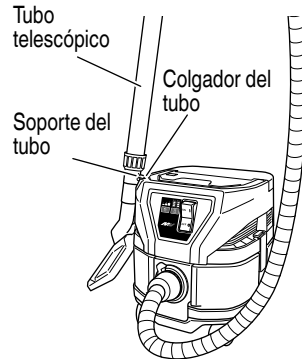

Fig. 25
(4) Almacenaje del aparato durante descansos (Fig. 25)